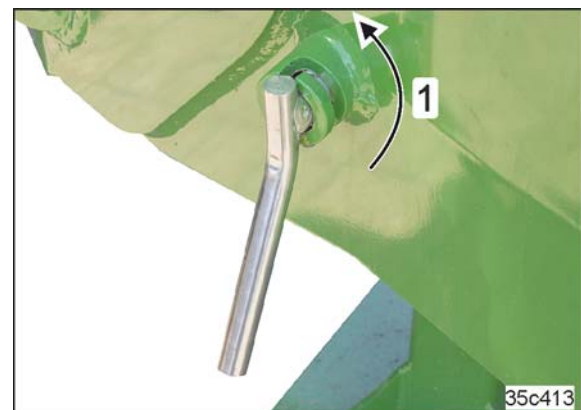

Fig. 140
- 5.1 Den gesicherten Bolzen (Fig. 140/1) um 180° verdrehen, bis die Spannhülse (siehe Fig. 142/1) freikommt.
8. Bolzen durch Verdrehen sichern (siehe Fig. 140)